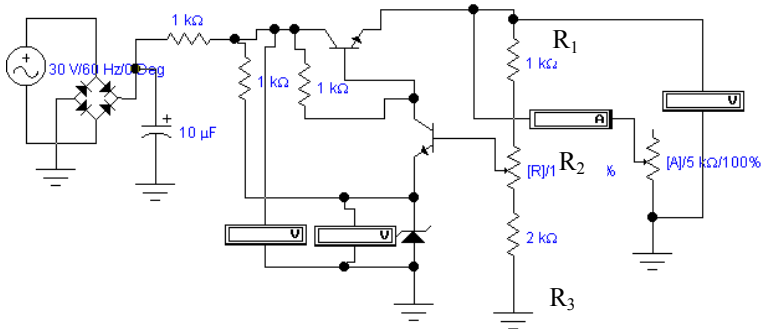

Рис.18. Схема мостового випростувача з компенсаційним стабілізатором.
3. Зібрати схему мостового випростувача з ємнісним фільтром та компенсаційним стабілізатором (Рис. 18). Ємнісний фільтр С відключений.
При дослідженні залежності звернути увагу на показники вольтметрів, що вимірюють напругу на вході стабілізатора та на стабілітроні. Пояснити розподіл напруг на елементах схеми (Рис. 18).
7. Побудувати графік зовнішньої характеристики стабілізованого випростувача (Рис.18).